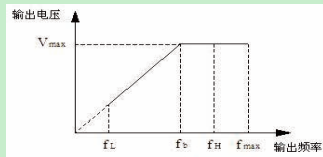

图 F0-1 电压与频率示意图
最大输出频率是变频器允许输出的最高频率，是加速时间设定的基准，如下图所示的 f_{max} ；基本运行频率是变频器输出最高电压时对应的最小频率，一般是电机的额定频率，如下图所示的 f_b ；最大输出电压 V_{max} 是变频器输出基本运行频率时，对应的输出电压，一般是电机的额定电压；如下图所示的 V_{max} ； f_H 、 f_L 分别定义为上限频率和下限频率，如图 F0-1 所示：
4. 最大输出频率、上限频率、下限频率的关系如上图 F0-1 所示，设置时请注意大小顺序。